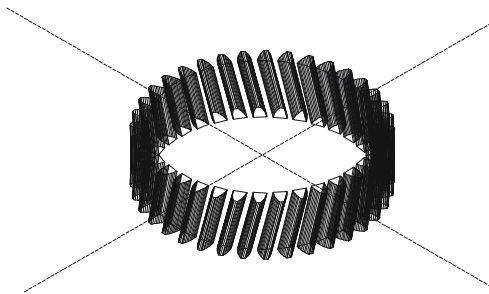

图 10-2-10
STEP 12 使用 SLICE 命令剖切齿轮实体，按齿轮的厚度 20 进行剪切，去除轮齿超出齿轮厚度的部分，如图 10-2-10 所示。其具体操作如下：